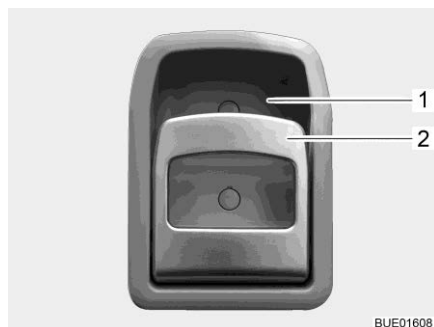

Fig. 54 Serratura della porta (porta di ingresso, lato interno)
- Apertura:** ■ Tirare la maniglia (Fig. 54,2). La serratura della porta si sblocca o apre.
- Bloccaggio:** ■ Premere la maniglia (Fig. 54,2) in alto verso l'impugnatura (Fig. 54,1). La serratura della porta si blocca.